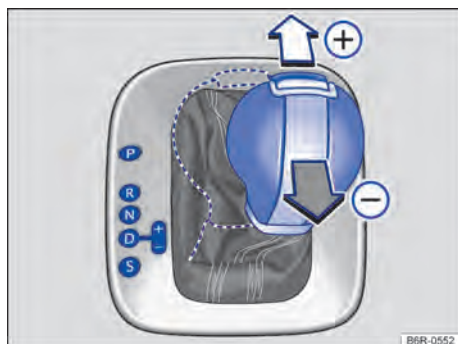

Fig. 82 Palanca selectora en la posición Tiptronic.
- Mover la palanca selectora hacia adelante (+) o para atrás (-) para aumentar o disminuir la marcha → fig. 82.